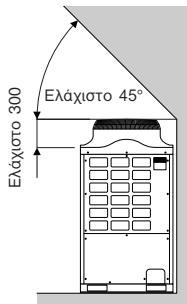

Fig. 2-4
(2) Εμπόδια πάνω από τη μονάδα (Fig. 2-4)